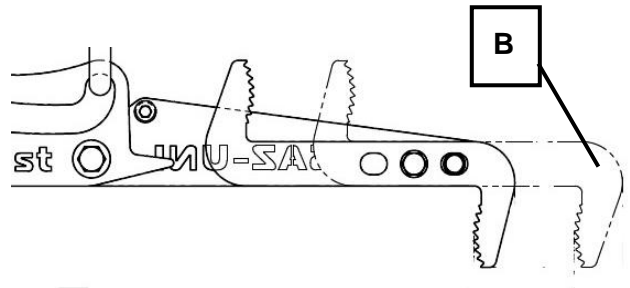
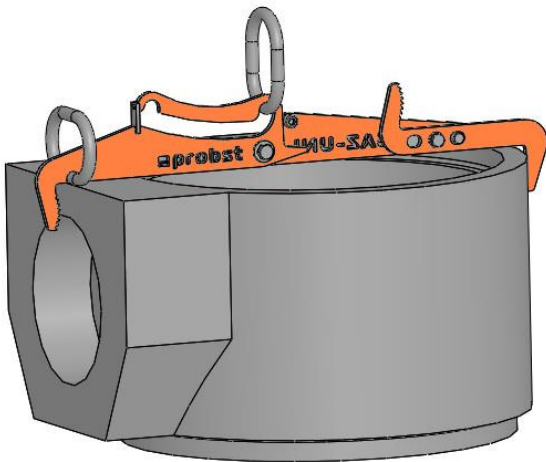

Fig. 5
Fig. 6
Beim Greifen von Muffenteilen (Bild 6) muss der bewegliche Greifarm (1) um 180° gedreht werden. Vergrößerung des Greifbereiches von 550 mm auf 625 mm (Greifbereich (B) siehe Bild 5) Hierzu Federriegel (2) etwas herausziehen und gleichzeitig verdrehen, bis sich der Greifarm bewegen lässt. Anschließend muss der Greifarm (1) durch erneutes Einrasten des Federriegels (2) arretiert werden.